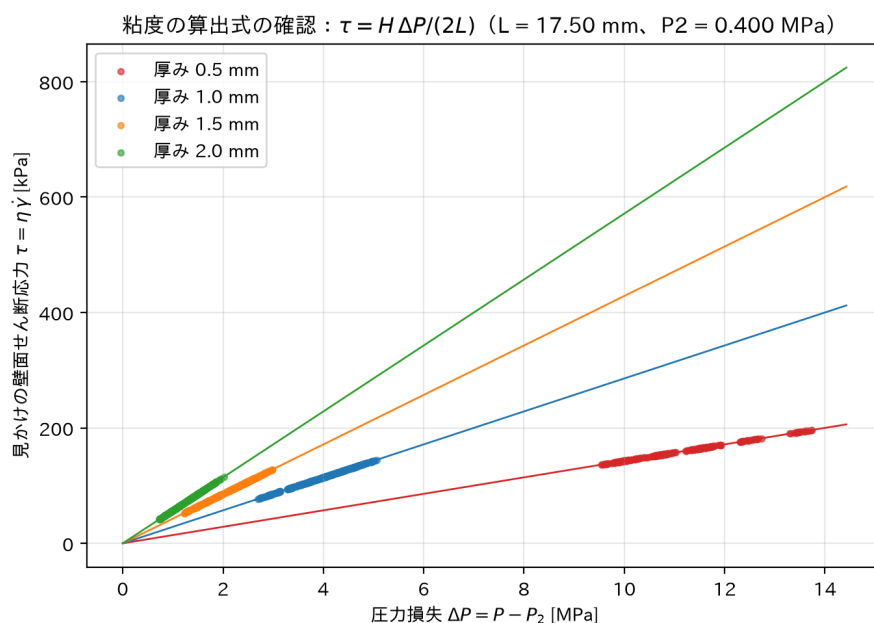

図1 粘度の算出式の確認
4.1 図1：粘度の算出式の確認
▷ファイル：results/step2/fig1_formula_check.png
formula_check.csv	粘度の算出式の確認 (図 1)。L_mm (センサ間距離)、P2_MPa、max_abs_rel_resid_pct (式からのずれの最大値、%)。